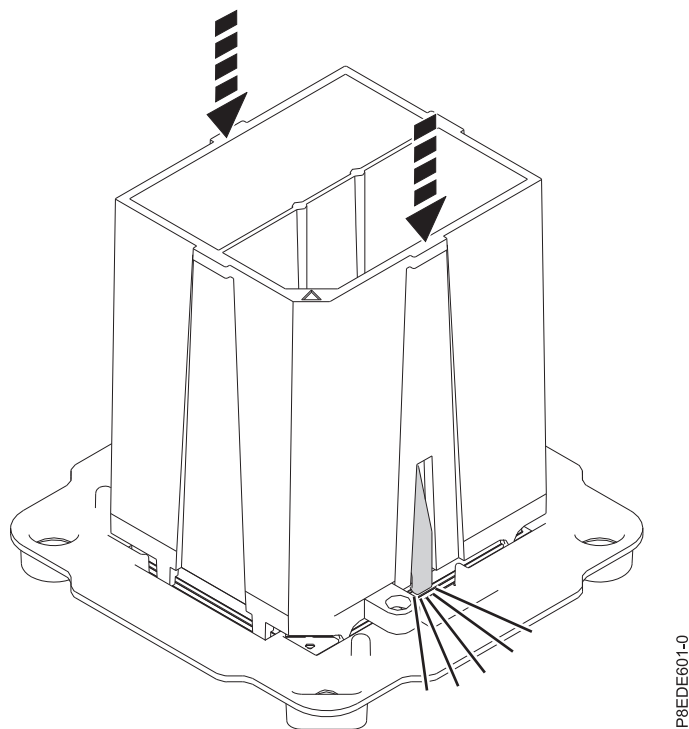

Figure 13. Fixation du module processeur système de remplacement dans l'outil de retrait
4. Appuyez sur l'outil aux emplacements indiqués par les flèches pour fixer le module processeur système dans l'outil de retrait. Voir la figure 13, à la page 15. N'appuyez pas sur les pattes de déverrouillage de couleur bleue, des instructions ultérieures vous inviteront à le faire.